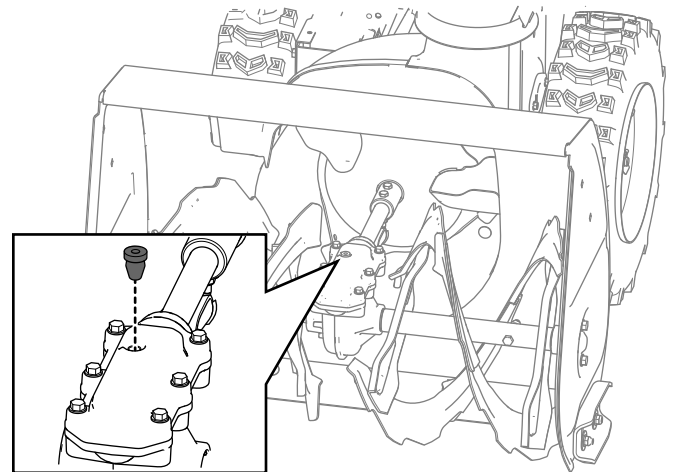

Figura 30
- 2. Pulite l'area attorno al tappo del tubo e rimuovete il tappo del tubo dalla scatola ingranaggi (Figura 30).